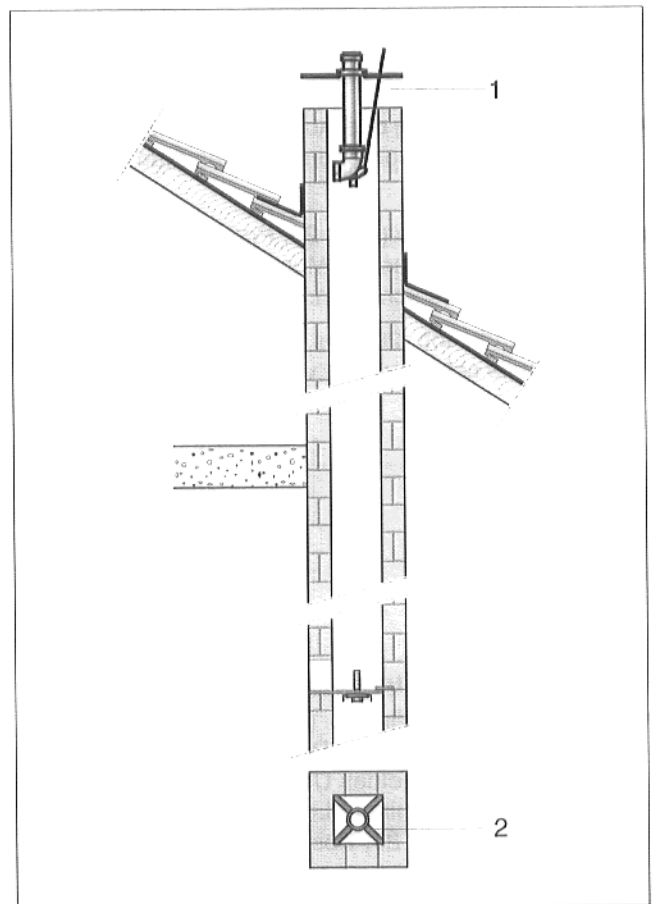

Abb. 18 Rohrmontage
- Montageseil am Stützbogen befestigen (Abb. 18, Pos. 1). Das Montageseil sollte mindestens 3 m länger als die Gesamthöhe des Schornsteines sein.
- Abstandshalter (immer zwei über Kreuz, Abb. 18, Pos. 2) über nächstes Rohrstück schieben und Rohr in Muffe einstecken. Abgasleitung absenken. Mit allen weiteren Rohren entsprechend verfahren.